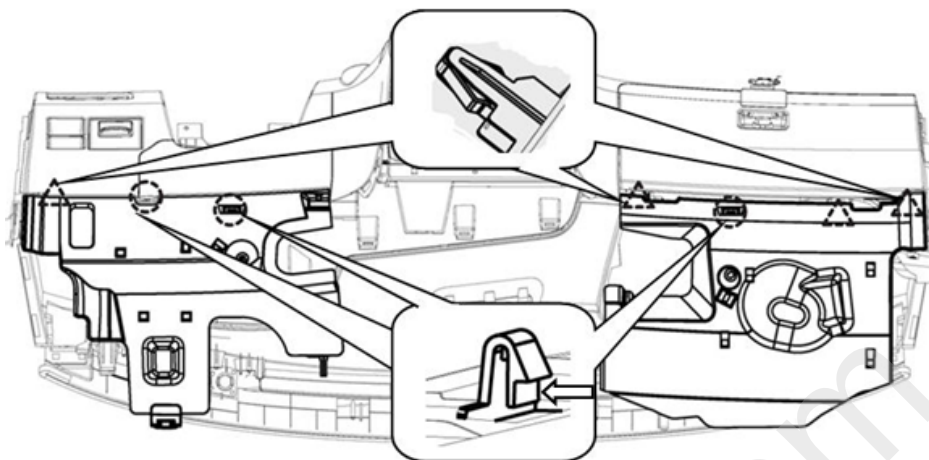

图 1.13.1 仪表板左/右下隔音板总成结构示意图
(2)用一字螺丝刀沿图 1.13.1 箭头所指向方向用力按压,直到卡脚脱出卡扣孔;